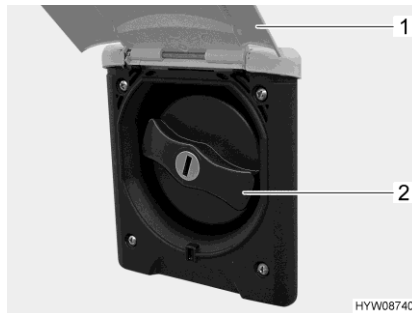

Bild 209 Lock (påfyllningsöppningen för dricksvatten)
- Fäll upp den utvändiga luckan (Bild 209,1).
- Vrid om det blå locket (Bild 209,2) en kvarts varv.